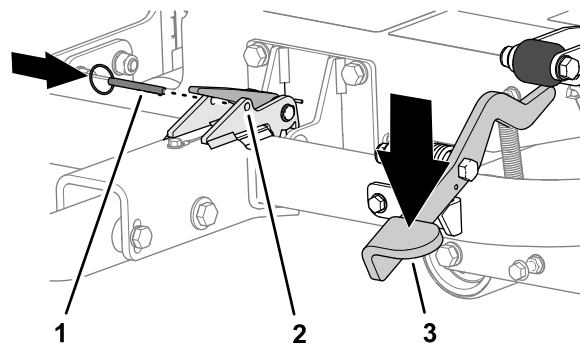

Рисунок 20
3. Нажимайте на педаль сцепки, пока сцепка не зафиксируется на месте (Рисунок 20).
4. Вставьте стопорный штифт в отверстия защелки (Рисунок 20).